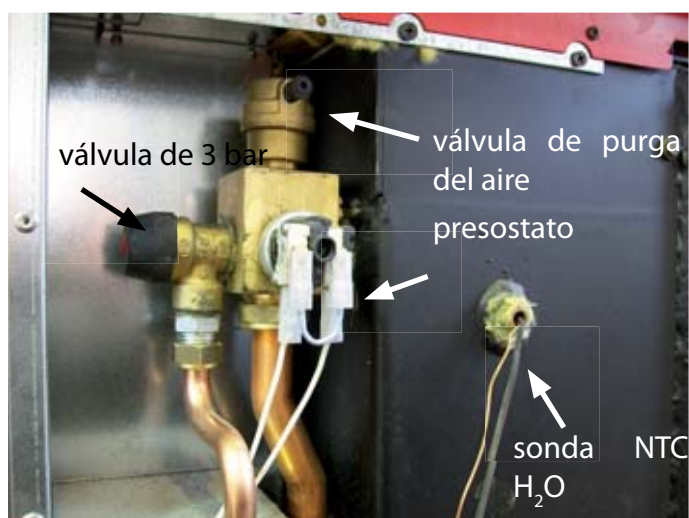

figura 4.1
- ❖ tener un termostato de bloqueo del combustible (figura 4.1, 4.3), o bien